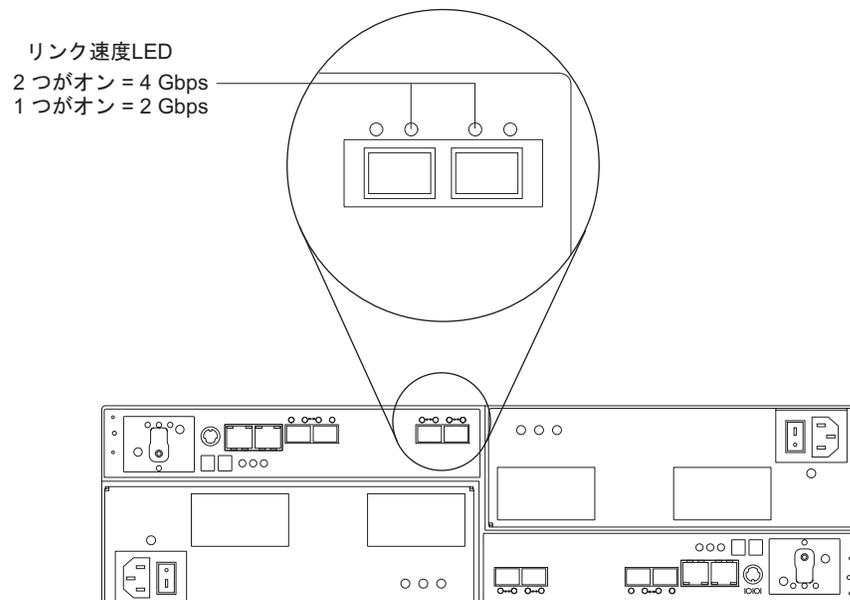

図 79. リンク速度 LED
- リンク速度インディケータ LED を見つけます。図 79 に、ストレージ・サブシステムの背面にあるリンク速度表示ライトの位置を示しています。
4. リンク速度スイッチを見つけます。155 ページの図 79 に、コマンド・モジュールの前面にあるリンク速度表示ライトの位置を示しています。